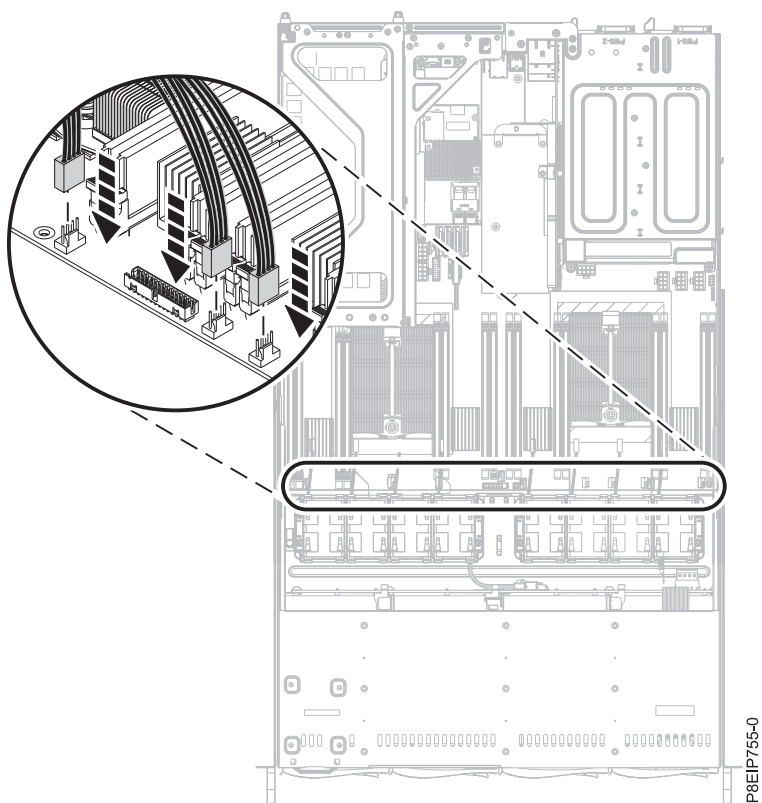

図 16. システム・バックプレーンへのファン・ケーブルの接続
4. ファン・ケーブルをシステム・バックプレーンに接続します (20 ページの図 16 を参照)。